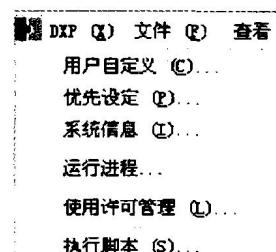

图 1-10 “DXP” 菜单
(1) “DXP” 菜单 “DXP” 菜单中各选项如图 1-10 所示。